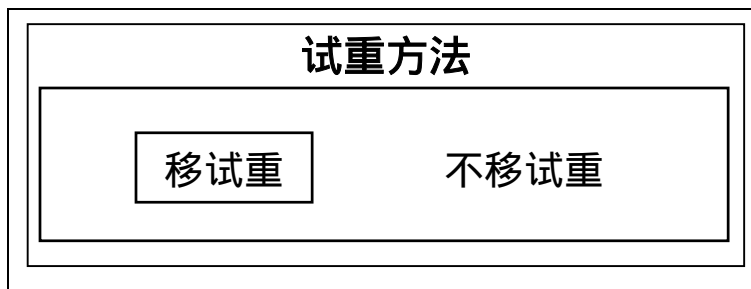

图4-12
输入所加试重的大小P及位置φp（试重相对于光电标志逆转速方向所转过的角度）。按|回车|键，屏幕显示如图4-12。
(7) 在图4-12中，“移试重”或“不移试重”的选择，应根据具体的动平衡工艺而定。对于试重焊接在转子上的情况，只能选择“不移试重”；而对于采用螺钉连接等非永久连接方式固定的试重，则可以选择“移试